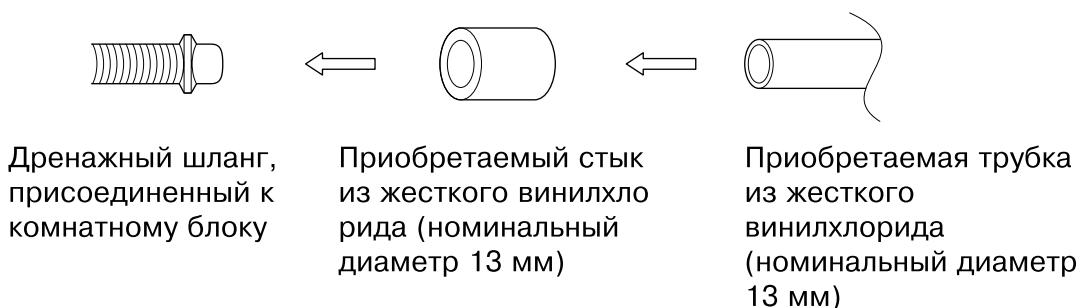

Рис. 18
- При непосредственном соединении стыка труб из жесткого винилхлорида (номинальный диаметр 13 мм) с дренажным шлангом, подсоединенным к комнатному блоку (т.е. для задельваемого трубопровода и т.д.), используйте стыки труб из жесткого винилхлорида, имеющиеся в продаже(номинальный диаметр 13 мм). (См. рис. 18)